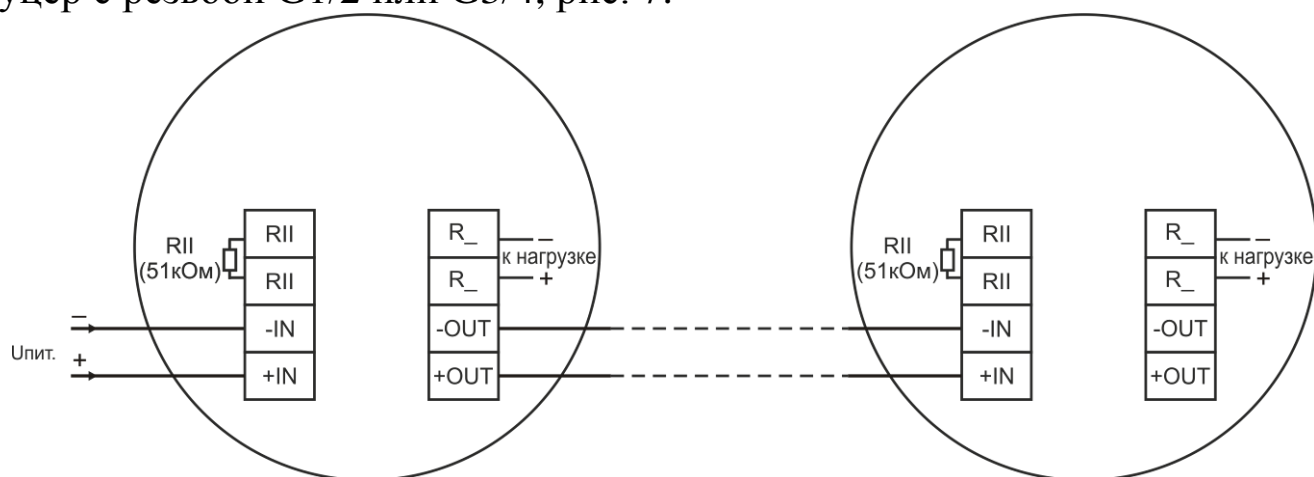

Рисунок 4 – Схема подключения УДП
Подключение УДП осуществляется на замыкание, см. рис. 4 и 5.
- осуществить монтаж соединительного кабеля в кабельном вводе и соединить проводники в соответствии со схемой подключения, рис. 4 и 5.